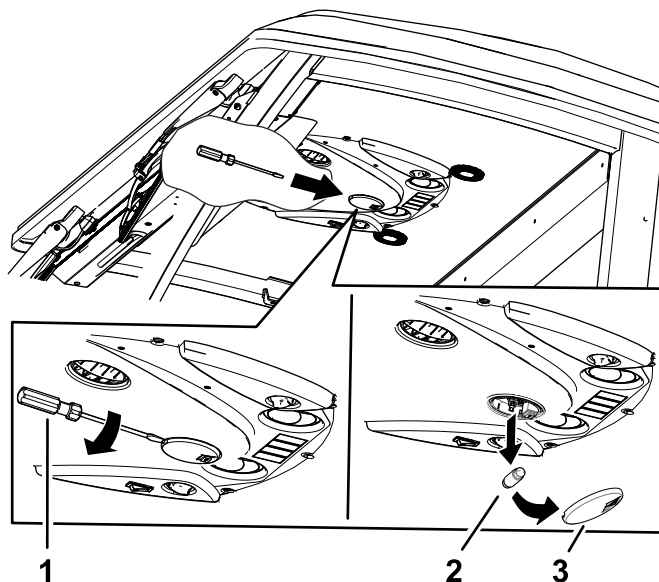

Figura 128
1. Utilice un destornillador para retirar la lente de la luz del panel de control. (Figura 128).
2. Retire la lámpara de la base (Figura 128).